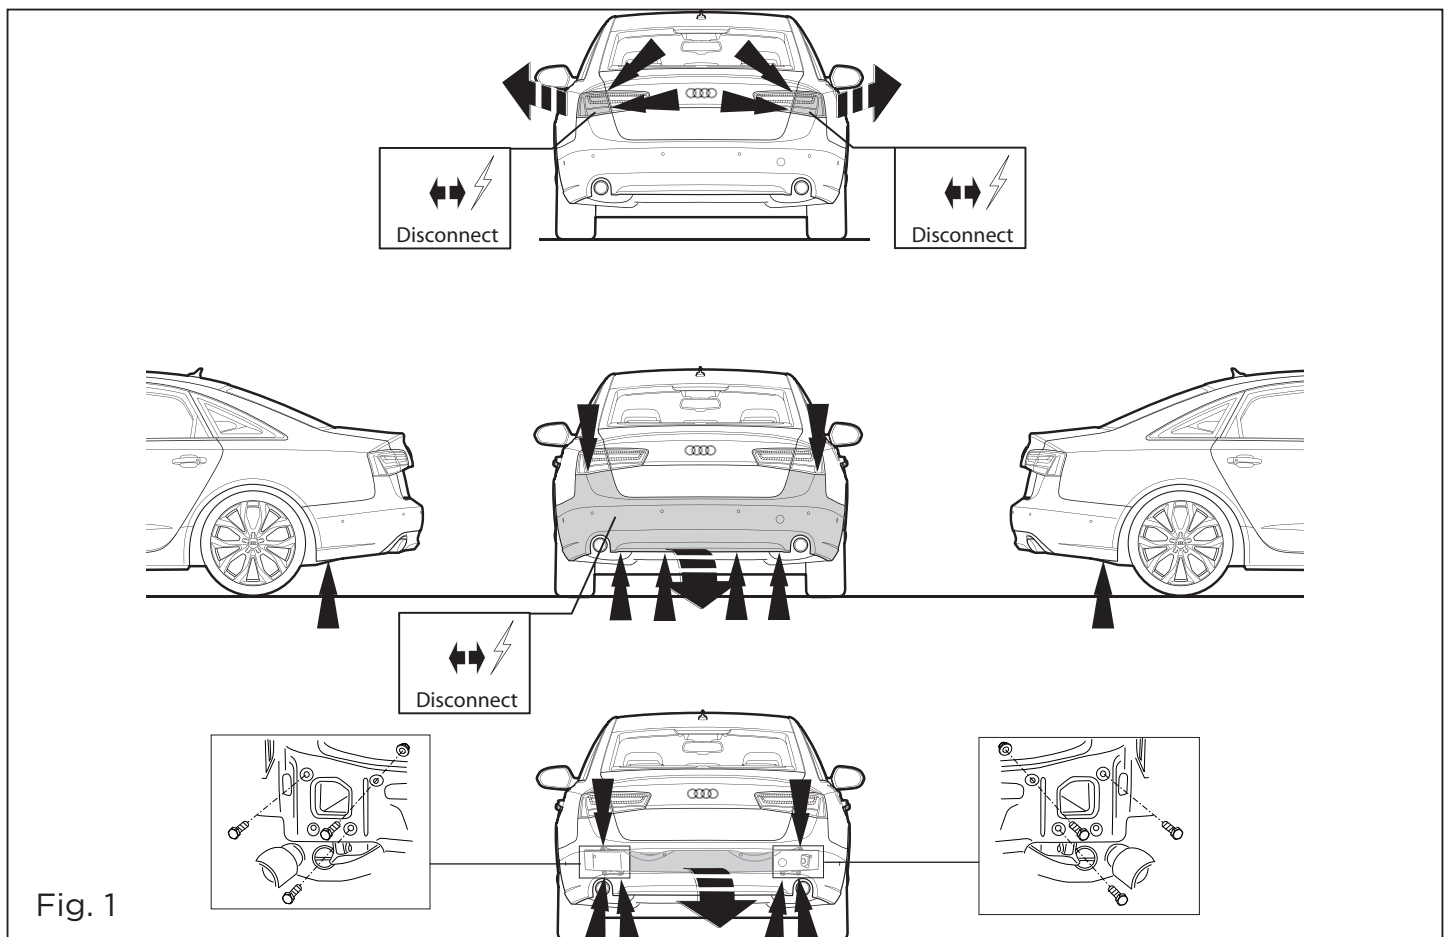

Fig. 1
1. Remove the rear-light units. Remove the bumper and the steel buffer beam from the vehicle. The buffer beam will no longer be needed. Replace the bolts. See figure 1/a.
1. Die Rücklichter abmontieren. Die Stoßstange einschließlich des stählernen Stoßbalkens vom Fahrzeug abmontieren. Der Stoßbalken wird nicht mehr benötigt. Schrauben wieder anbringen Siehe Abbildung 1/ 1a.
1. Снять оба блока задних фар. Снять бампер вместе со стальными брызгами брусом автомобиля; брызги брызги больше не попадут. См. рисунок 1/1а.
1. Démontez les feux arrière. Déposer le pare-chocs du véhicule y compris la traverse en acier ; la traverse ne sera plus utilisée. Remettre les boulons de fixations en place. Voir la figure 1/1a.